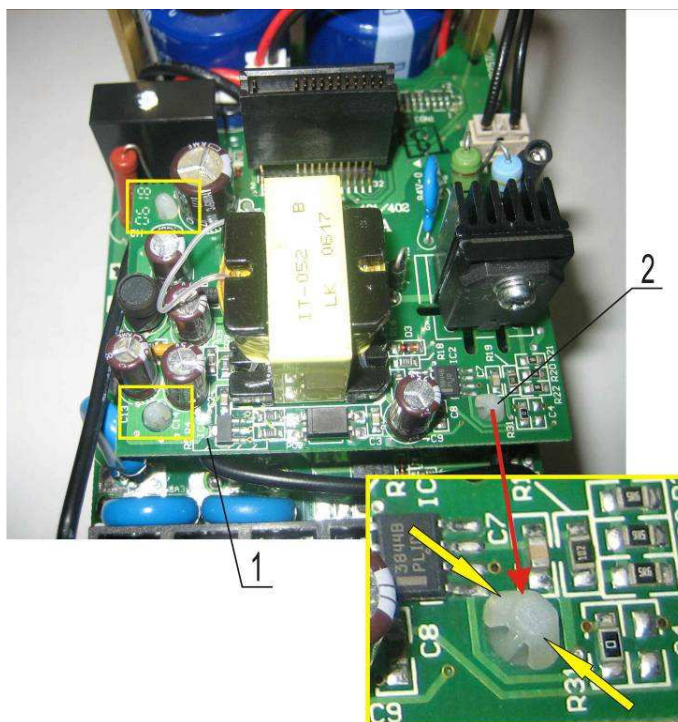

Рис. 7.15
7.4.1. Установить плату 1 (рис. 7.15).
7.4.2. Вставить ответную часть разъёма с обратной стороны платы 1 в разъём на плате драйверов, совместив отверстия платы 1 с тремя стойками 2 (рис. 7.15). Приложить рукой вертикальное усилие вниз до щелчка.